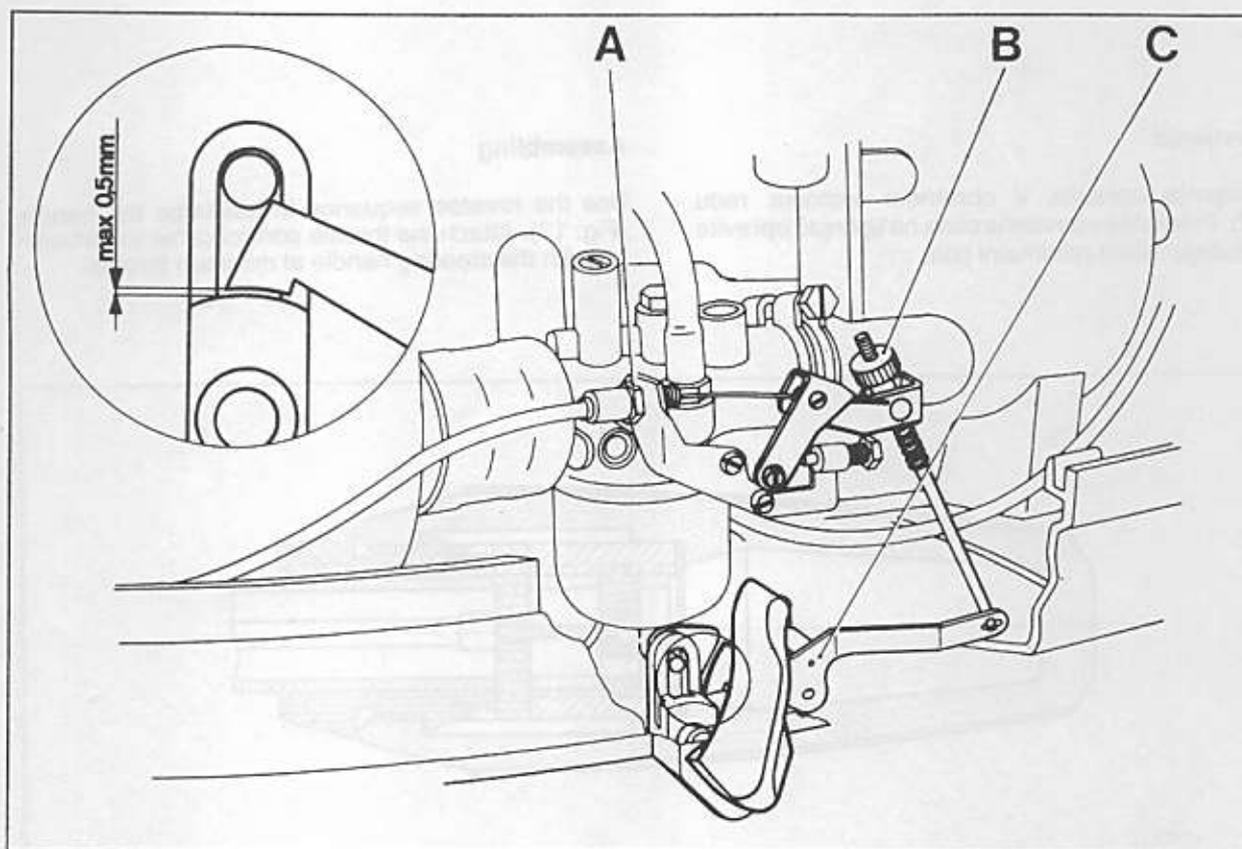

Fig. 9
2. Using the setting nut A (Fig. 9) remove the excess clearance of the throttle control cable.
3. Using the nut B (at minimum throttle) set the locking release C (Fig. 9) to the prescribed clearance of -0,5 mm (applicable to models with gearbox).
2. Usando il dado di registro A (Fig. 9) controllare il gioco del cavo gas
3. Usando il dado B (posizione di minimo del cavo gas) posizionare la vite C (Fig. 9) in modo da ottenere una tolleranza di 0,5 mm (si applica solo ai modelli con cambio di marcia)